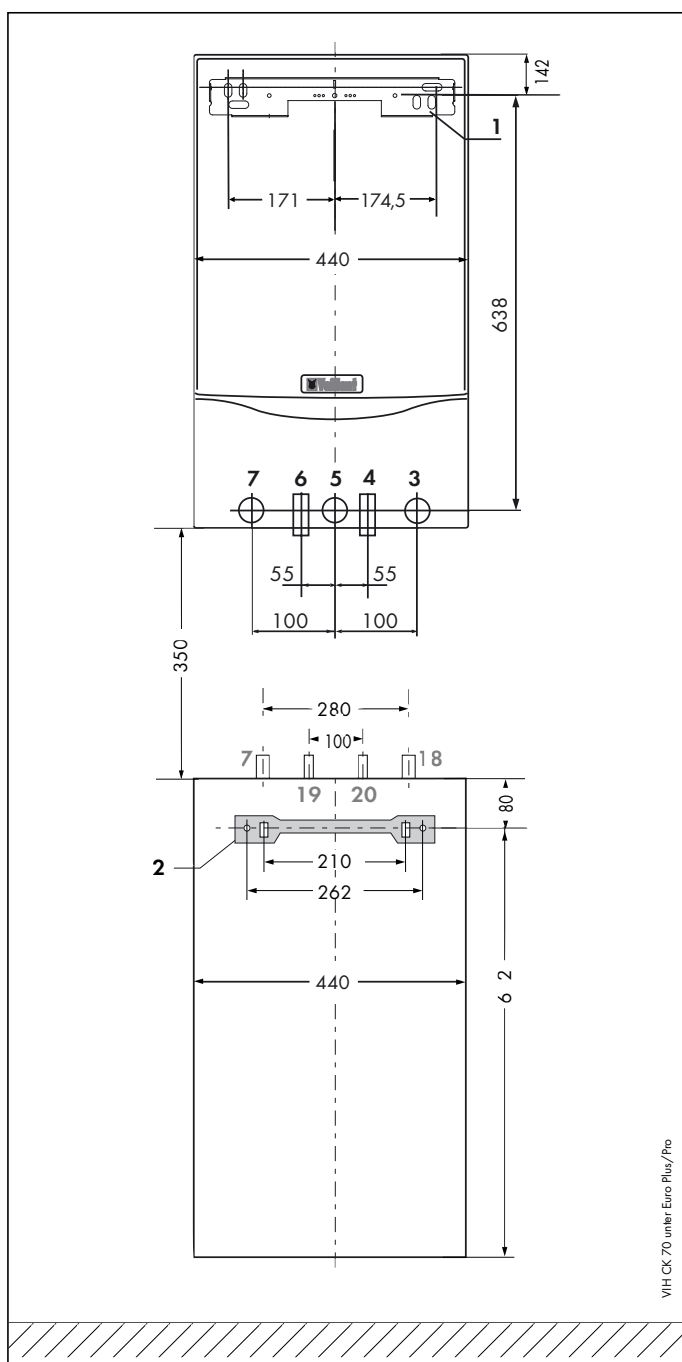

Рис. 4.4. Монтаж под аппаратами **atmoMAX** и **turboMAX**
- Крепёжные отверстия приготовить в соответствии с рис. 4.4.